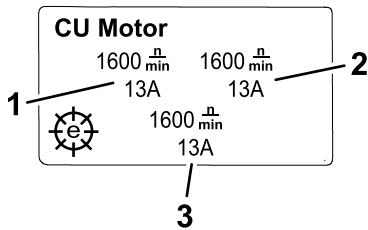

Figura 20
- Schermata delle informazioni del motore CU (Figura 20): mostra la velocità e la corrente di ciascun motore degli apparati di taglio.